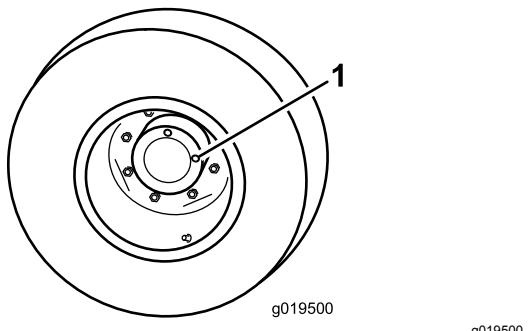

図 38
1. 水平な床面で、点検プラグ 図 38 の 1 つが時計の 12 時を指し、もうひとつが 3 時を指すようにマシンを駐車する。
2. 3 時の位置にあるプラグを外す 図 38。オイルが点検穴の下ふちまであれば適正である。